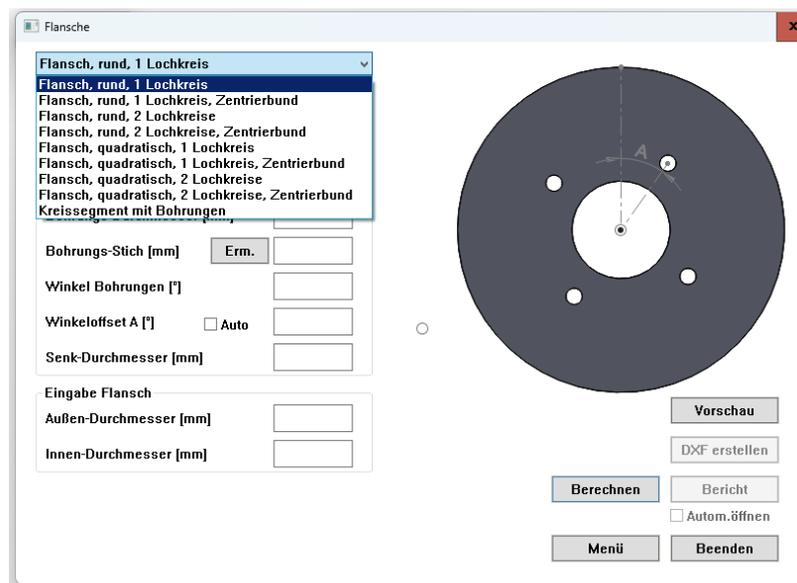

Abbildung 42: Die Flanschauswahl
- In der Combobox auswählen, welche Art von Flansch man erstellen möchte (Abbildung 42).
- In der Combobox die Funktion „Kreissegment mit Bohrungen“ auswählen (Abbildung 42).